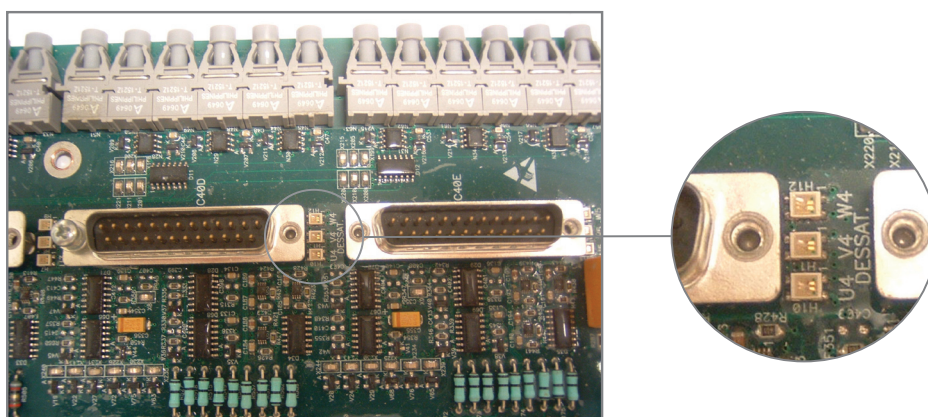

Figura 0.1 - LEDs indicativos de falla
- (2) En el caso de las fallas F030 (Falla Brazo U), F034 (Falla Brazo V) y F038 (Falla Brazo W), existe una indicación en la tarjeta IPS1 que señala cual es la unidad de potencia que está con falla. La señalización es hecha a través de LEDs que permanecen encendidos cuando ocurre una falla. Cuando se hace el reset, el LED que señala la falla se apaga automáticamente (consultar la figura 0.1).